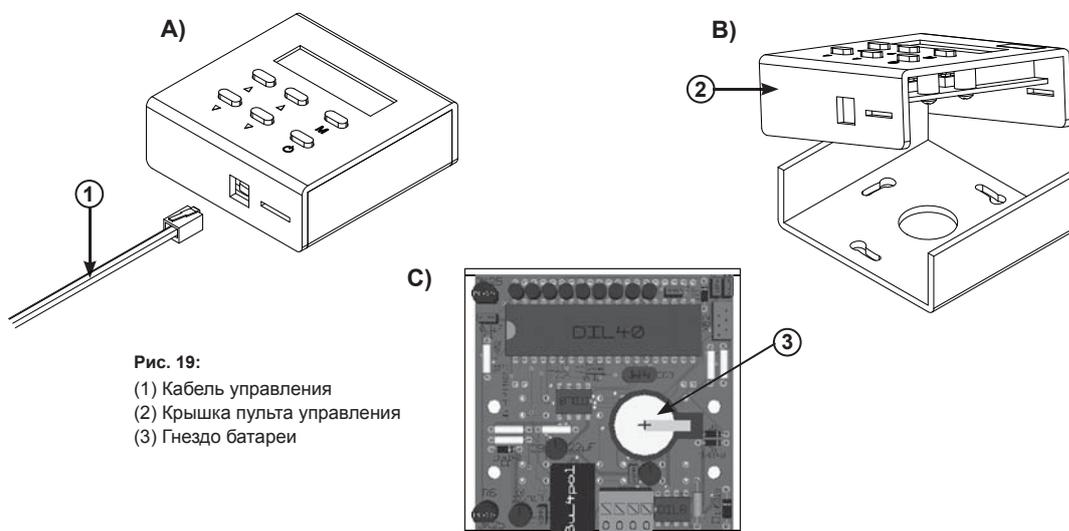

Рис. 19:
- Отсоедините кабель управления (1) от нижнего разъема пульта.
- Снимите крышку (2) пульта управления.
- Гнездо (3) батареи расположено на плате. Удалите батарею и установите новую, как показано на рис. 19 С.